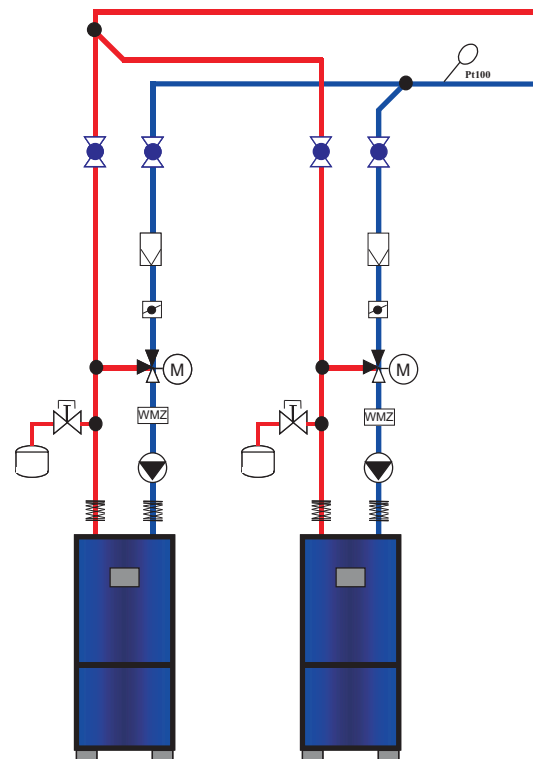

Рис. 10 Схема гидравлических подключений
- Элементы конструкции и точки измерений при подключении системы отопления заказчика располагать в соответствии с технологической схемой периферийного подключения модуля (Рис.10).